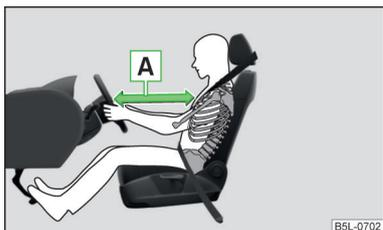

Fig. 8
Si les airbags se déclenchent, ils se déploient devant le conducteur et le passager avant » fig. 8 - [B]. Lorsque les personnes à l'avant plongent dans les airbags gonflés à bloc, leur mouvement vers l'avant est amorti, ce qui réduit les risques de blessures de la tête et du buste.
- Il est important que le conducteur et le passager se tiennent à une distance minimum de 25 cm du volant et du tableau de bord [A] » fig. 8. Les airbags ne peuvent pas vous protéger si vous en êtes plus près - danger mortel ! Les sièges avant doivent de plus toujours être ajustés à la taille des personnes.